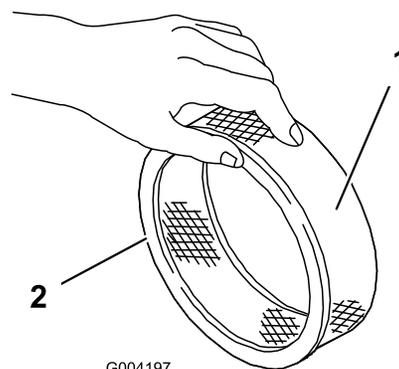

Figura 43
- Controllate che il filtro in carta non sia strappato, che non abbia strati untuosi e che la guarnizione in gomma non sia danneggiata (Figura 43).
1. Fate scorrere attentamente il prefiltro in schiuma sintetica sul filtro di carta (Figura 43).